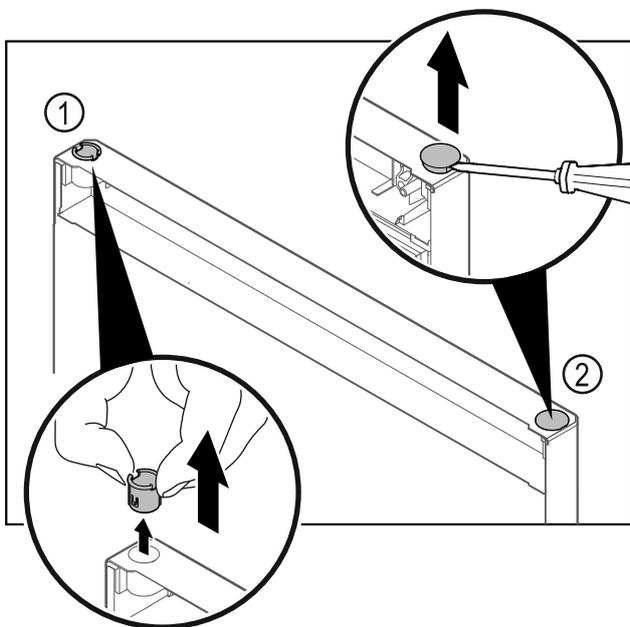

Fig. 38 Gefriertür
- ▶ Scharnierbuchse Fig. 38 (1) mit den Fingern herausziehen.
- ▶ Abdeckstopfen Fig. 38 (2) vorsichtig mit einem Schlitzschraubendreher anheben und herausziehen.